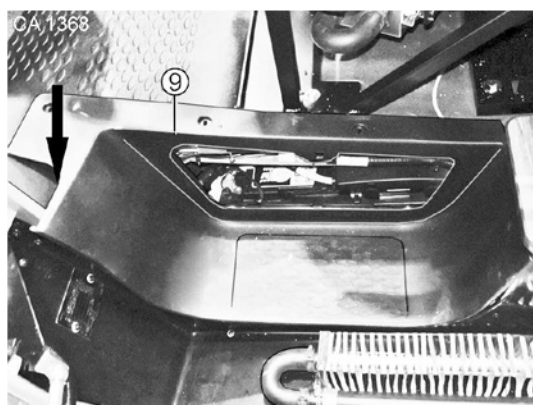

Fig. 220 Remplacer la batterie du véhicule
8. Sortir le marche-pied (Fig. 220/9) sur la face avant vers le haut de manière inclinée en-dessous de l'étagère en cabine et de l'habillage de l'espace-pieds.